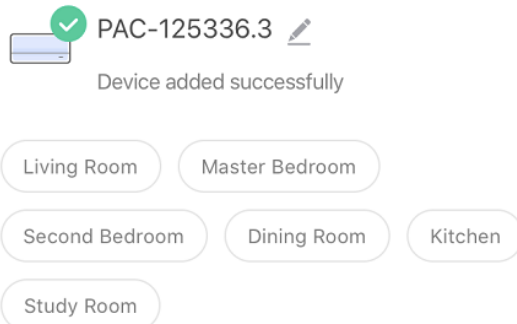

Fig. 3
5. È possibile impostare il nome del condizionatore d'aria premendo l'icona della matita accanto ad esso e selezionare il luogo di installazione. Quindi premere il pulsante "Done" (fine) in alto a destra (Fig. 3).